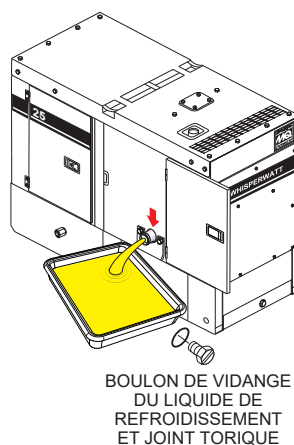

Figure 72. Vidange du liquide de refroidissement du moteur
2. Ouvrez la porte de l'armoire et retirez le **boulon de vidange du liquide de refroidissement** et le **joint torique** (Figure 72), puis laissez le liquide de refroidissement s'écouler dans un récipient approprié.